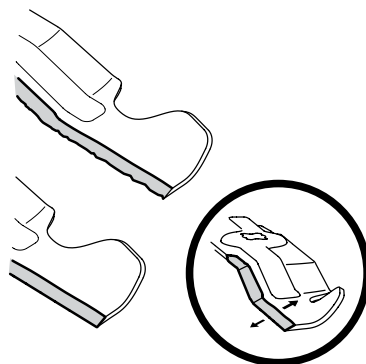

Figura 4-15
- Para afilar las cuchillas de corte de forma adecuada, extraiga cantidades iguales de metal de ambos extremos de las cuchillas a lo largo de los bordes cortantes, paralelo al borde de caída y a un ángulo de 25° a 30°. Afíle siempre cada borde de las cuchillas de corte de forma pareja para mantener un equilibrio adecuado entre las mismas. Consulte la Figura 4-15.